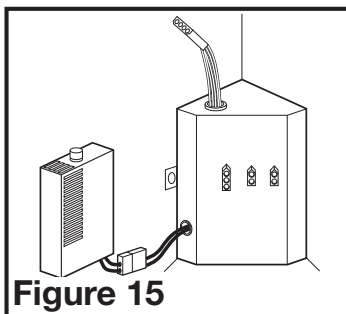

Figure 15
- MODÈLES AVEC DÉTECTION D'HUMIDITÉ ET DÉTECTION DE MOUVEMENT :** branchez les câbles à 2 broches du ventilateur et les câbles à 3 broches de connexion rapide du moteur dans la prise correspondante située sur le couvercle du compartiment de fil. Connectez le connecteur à deux broches du compartiment de l'hygrostat au connecteur à deux broches du côté du couvercle du logement de fil. Branchez le cordon du moteur à 3 broches de connexion rapide dans le court côté du câblage inclus, dans le connecteur situé sur le dessus de la couverture du compartiment de fil. Ces câbles ne s'adaptent que dans un sens dans les réceptacles (Figure 15).